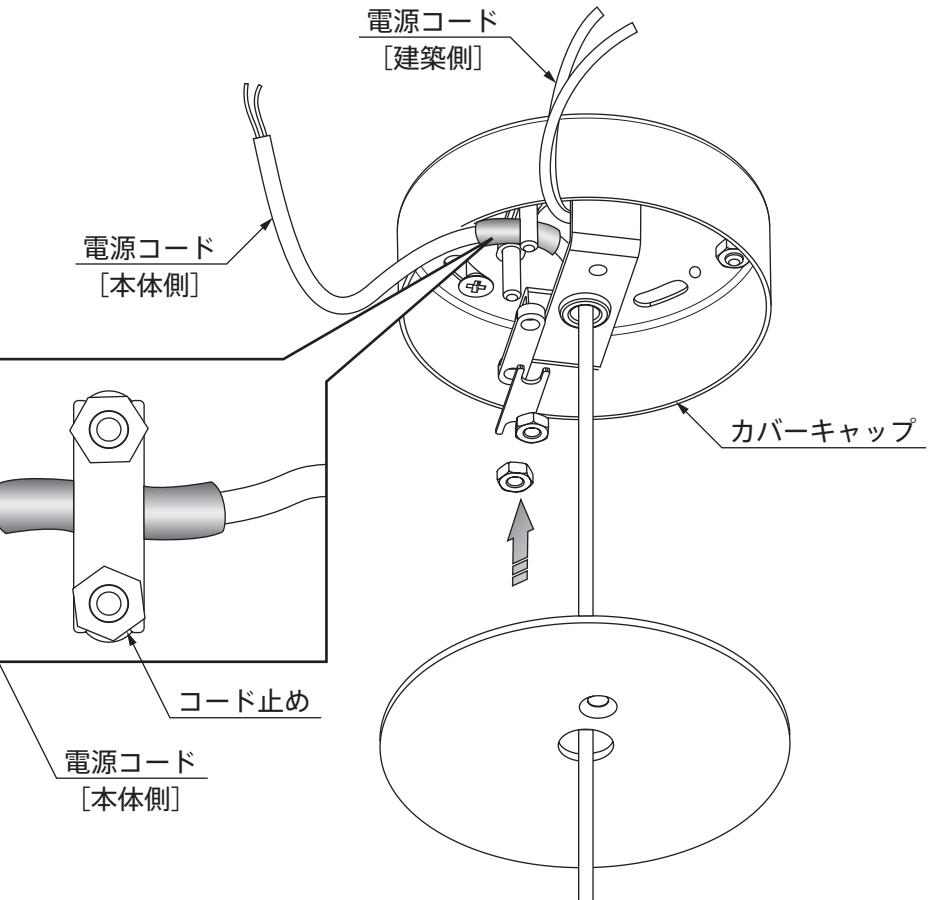

図4
6. 電源コードをカバーキャップ内におさめながら、六角レンチを使用し、固定ネジにてカバーキャップフタを固定します。（図4）